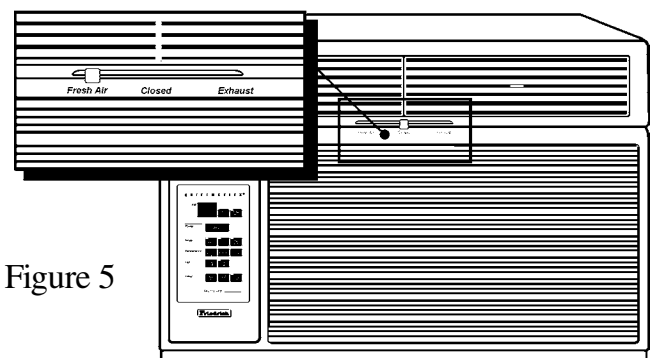

Figure 5
- ② **COOL** (refroidissement) - Appuyer sur la touche **COOL** pour passer automatiquement en mode de refroidissement.
- ③ **FAN ONLY** (ventilateur seulement) - Appuyer sur la touche **FAN ONLY** pour ne faire fonctionner que le ventilateur. Il est possible d'utiliser cette fonction avec la fonction air frais / évacuation (**FRESH AIR/ EXHAUST**) pour amener de l'air frais dans la pièce ou faire sortir de l'air vicié. La fonction **FRESH AIR/ EXHAUST** se trouve à l'avant, en haut du climatiseur. Voir page 25, figure 5.
- ④ **MoneySaver®** (économie) - Appuyer sur la touche **MoneySaver®** pour activer la fonction **MoneySaver®**. **MoneySaver®** est une fonction qui fait fonctionner le ventilateur uniquement en même temps que le compresseur, pour éviter le fonctionnement continu du ventilateur.
Le filtre est maintenu en place au moyen de deux agrafes élastiques (Figure 5). Enfoncez-les, saisissez le filtre et enlevez-le en le tirant vers vous afin d'en effectuer l'entretien. Nettoyez-le à l'eau chaude avec un savon doux, rincez-le, asséchez-le complètement, puis remettez-le en place. Prenez cependant des précautions au moment de retirer le filtre, car ses pièces métalliques internes comportent des bords coupants.
En plaçant le bouton sur la position de reflux, EXHAUST (Figure 5), l'air vicié et les odeurs de fumée pourront être éliminés de la pièce. Cette fonction devrait être utilisée en combinaison avec la fonction de ventilateur seulement (FAN ONLY) pour envoyer le flux d'air vers l'extérieur. Pour un refroidissement normal, le bouton devrait être en position fermée normale (VENT SHUT) pour une performance maximale.